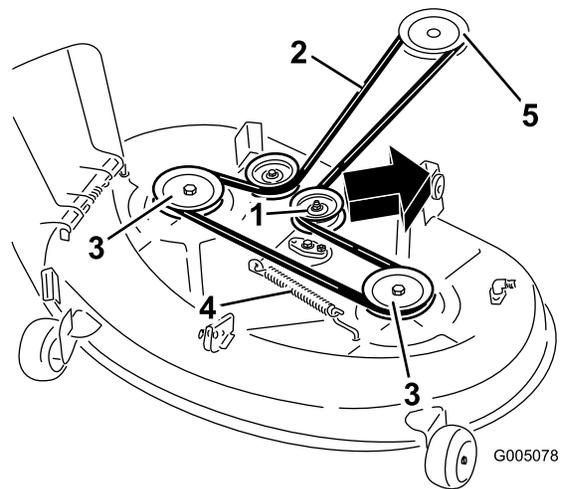

Bild 48
- Ziehen Sie die Spannscheibe in die in Bild 48 angegebene Richtung und rollen den Riemen von den Scheiben ab.
- Legen Sie den neuen Riemen um die Motor- und Mähwerkspannscheiben (Bild 48).
- Ziehen Sie die Spannscheibe in die in Bild 48 angegebene Richtung und verlegen den Riemen um die andere Spannscheibe (Bild 48).